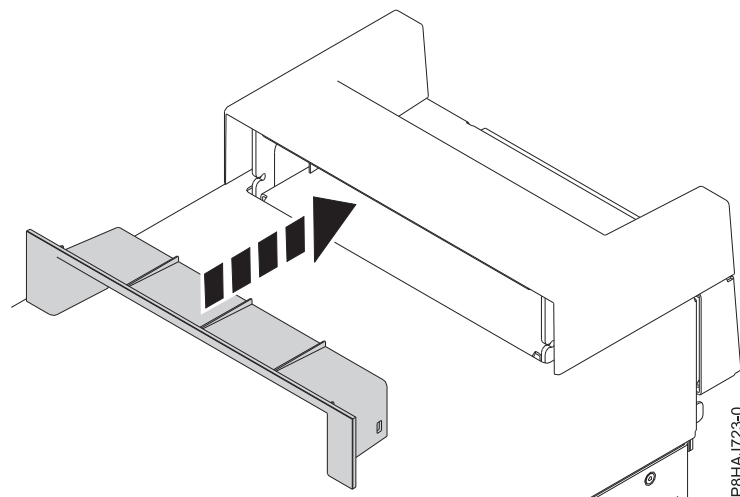

Figura 24. Inserció de la peça de la tapa de nansa en un sistema autònom 8286-41A
2. Inserir la peça de la tapa de nansa empenyent-la amb força a la tapa de nansa, tal com es mostra a la Figura 24.